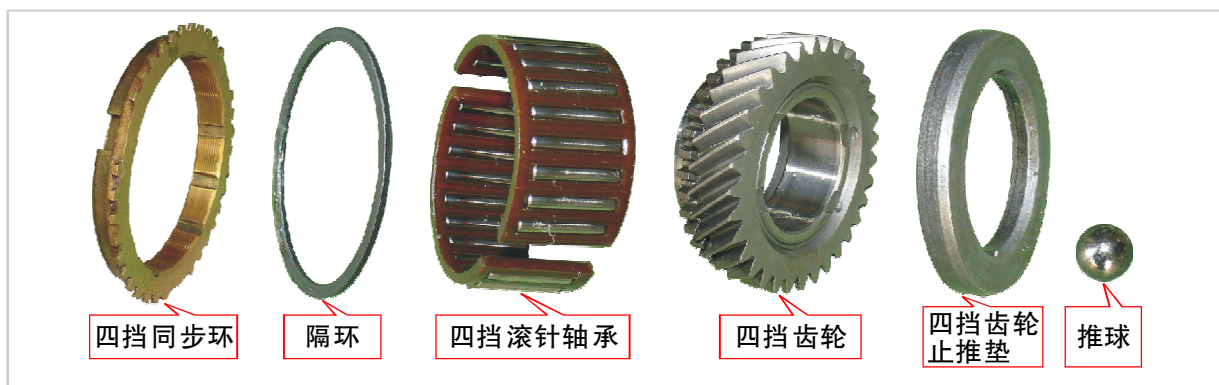

图4-62 装配四挡部件
(6) 装配四挡同步环和隔环、滚针轴承及四挡齿轮（图 4-62）。